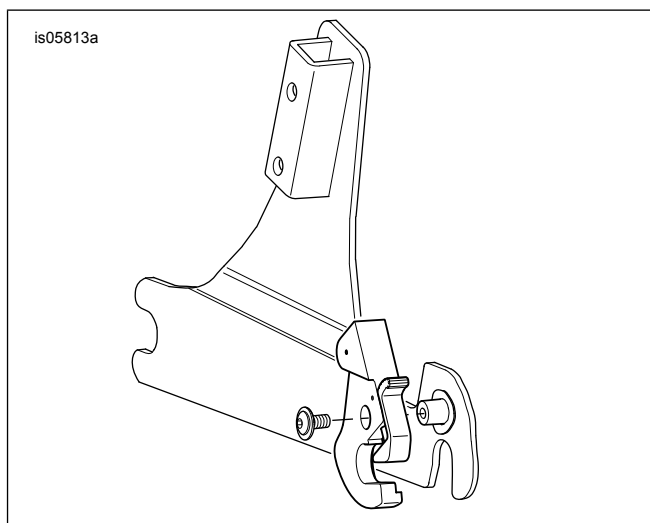

Figure 2. Installation de la plaque latérale
1. Voir Figure 2. Retirer le loquet droit sans verrou. Laisser la rondelle à ressort droite sur le moyeu de montage droit.